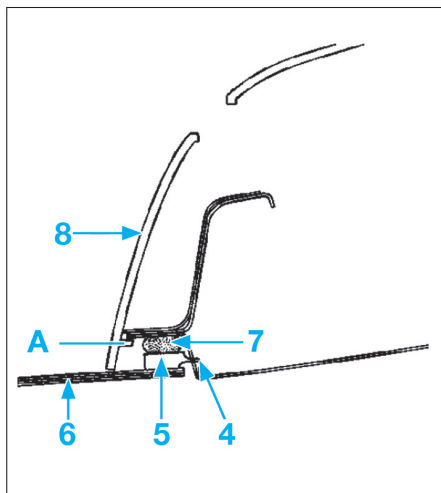

FIG. 8
- Découper le cordon de colle (7) (Fig.8).